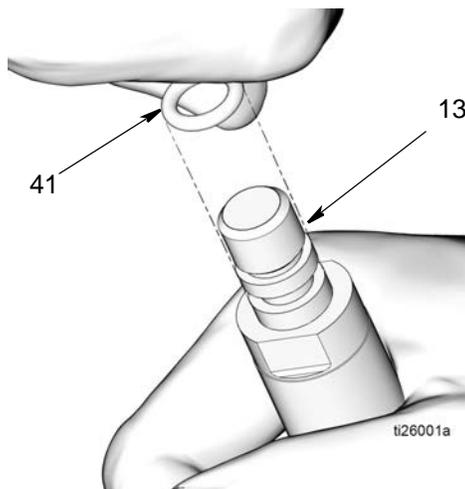

图 19
- c. 从活塞杆 (13) 拆下 O 形圈 (41) (图 19)。